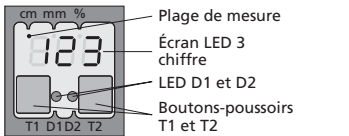

Fig. 3: TouchControl
- Tous les réglages sont réalisés avec deux boutons-poussoirs et un écran LED trois chiffres (TouchControl), voir fig. 3.
- Réglez les paramètres du capteur manuellement ou utilisez la procédure d'apprentissage pour ajuster les points de détection, voir fig. 3.